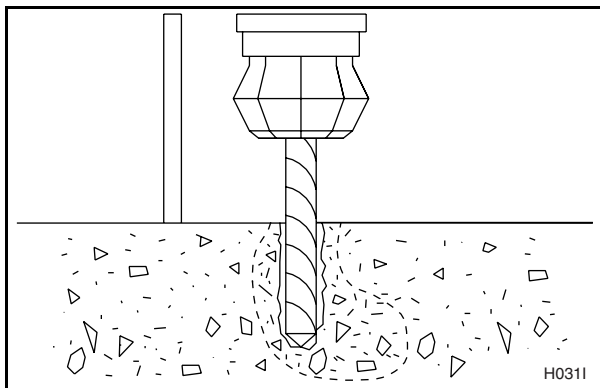

Figura 24
4. Taladre y forme con un cincel un agujero cónico lo suficientemente largo para aceptar el perno en J. Vea la Figura 24.